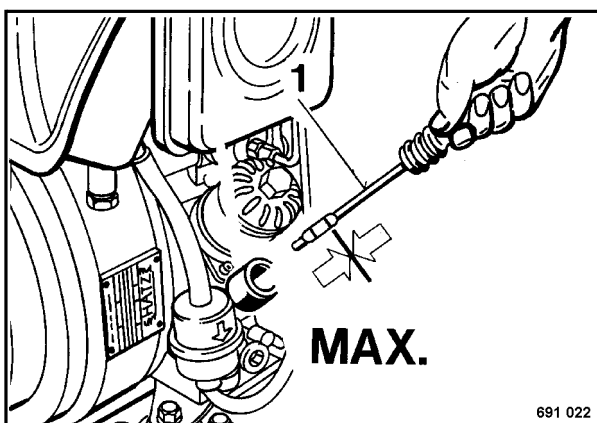

Fig. 3
- Extraer la varilla de medición del aceite (Fig. 3), limpiarla con un paño limpio y libre de hilachas, e introducirlo hasta el tope.